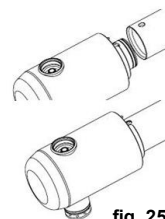

fig. 25
- Premere il perno di arresto del *pezzo d'uscita* e inserirlo nel tubo sbattitore con un leggero movimento rotatorio. !! Il perno di arresto deve scattare in posizione! (fig. 25)